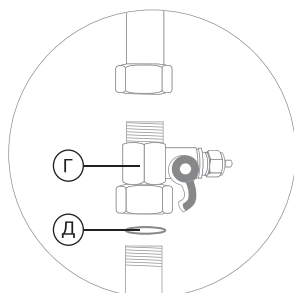

Рис. 3
1. Установите адаптер-вентиль (Г) между магистралью холодной воды и гибкой подводкой вашего смесителя. Уплотните соединение адаптера-вентиль с магистралью при помощи поставляемого в комплекте уплотнительного кольца (Д) (рис. 3).